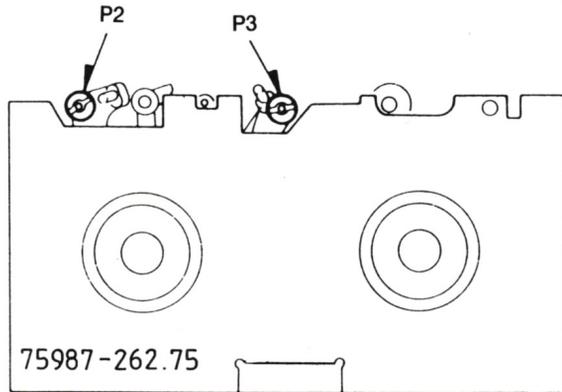

Fig. 24
- Placer le gabarit de réglage sur les plateaux porte-bobines (Fig. 24/27).